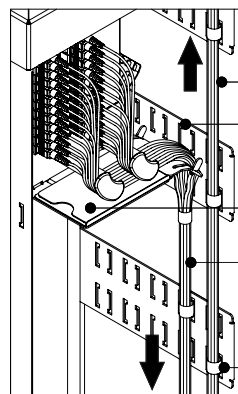

Figura 12B
4. Fije los cordones unidos en el primer soporte guía de cable lateral (ítem 1) situado justo abajo del Sub-Rack utilizando el Velcro doble cara (ver la figura 12B).
9. Fije los cordones en la parte delantera de los otros soportes guía de cable lateral enviándolos hasta la salida del Rack FTH-300 (ver la figura 12B).